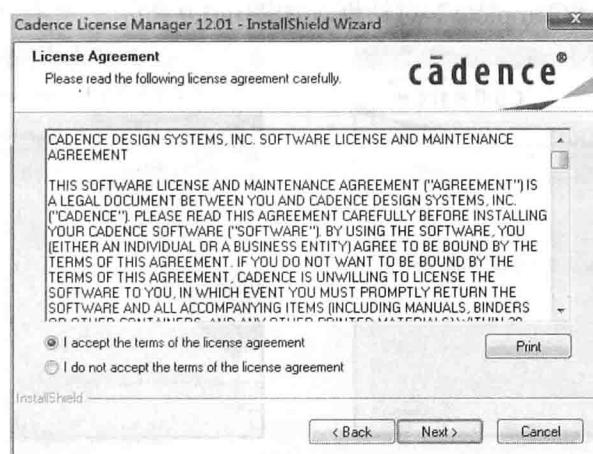

图 1.2.3 “License Agreement”（许可协议）对话框
(2) 单击“Next”按钮，出现提示信息，弹出“License Agreement”（许可协议）对话框，如图 1.2.3 所示。在继续安装前，请仔细阅读这些条款，如果接受则选择“I accept the terms of the license agreement”选项，继续安装；若选择“I do not accept the terms of license agreement”选项，系统会自动退出安装。